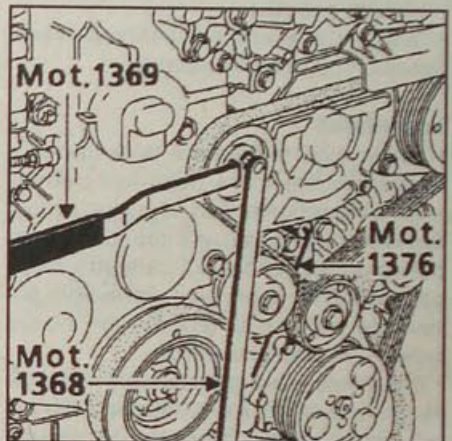

Рис. 15.7. Использование специальных приспособлений для снятия эксцентрикового регулировочного ролика
- Снимите рычаг Mot. 1370 и установите ключ Mot. 1368 (рис. 15.7).